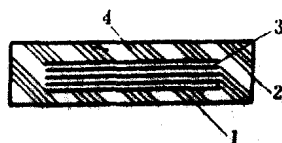

图5 普通式运输胶带
(4) 普通式(见图5): 采用普通帆布作带芯层, 覆以耐磨或耐热覆盖胶层。适用以输送小块、粒状、粉末状 120°C 以下的物料或成件物品。